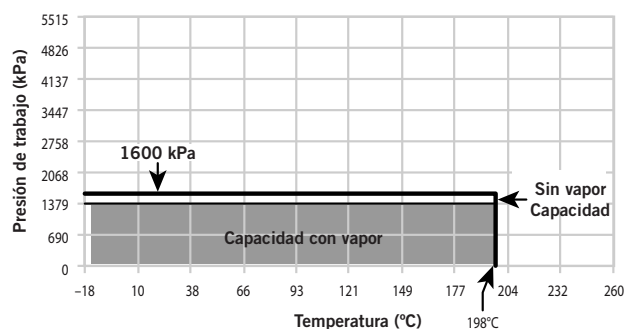

Figura 2: Tuberías de acero al carbón EN 10216 – 1 P235TR1
- Para aplicaciones sin vapor que emplean tuberías de acero al carbón de pared delgada conforme a EN 10216 – 1 P235TR1, las uniones que utilizan el acople Estilo 870 brindan presiones de trabajo que van desde vacío total (29.9 pulgadas Hg/760 mm Hg) hasta 232 psi/1600 kPa/16 bar, dependiendo de la temperatura máxima del sistema. Vea la Figura 2 para conocer los valores específicos de presión y temperatura.